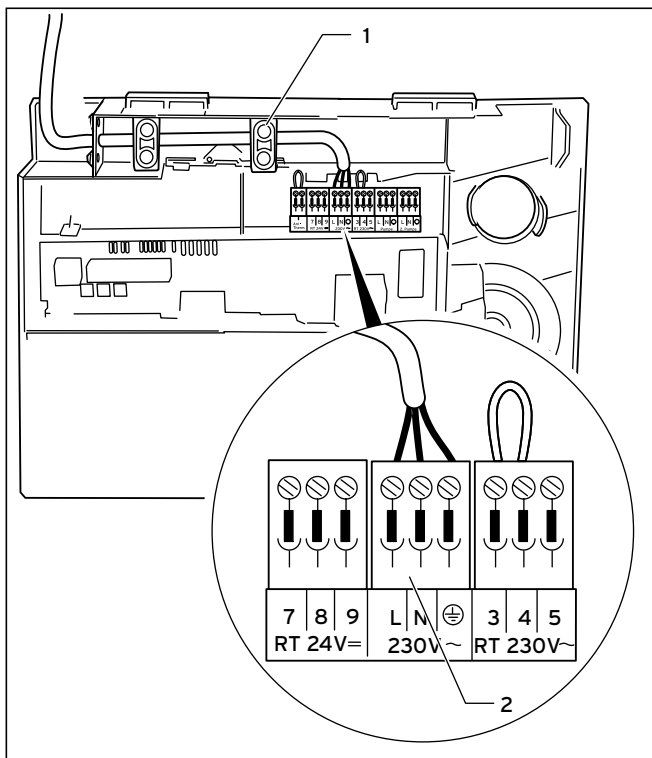

Fig. 5.6 Raccordement au secteur
- Poser le secteur au niveau du raccordement dans le boîtier de commande comme indiqué dans la figure 5.6.
- Sécurisez les conduites avec le soulagement de traction (1).
- Fixez les câbles d'alimentation secteur dans les prises ⊕, N et L du système ProE prévues à cet effet (2)